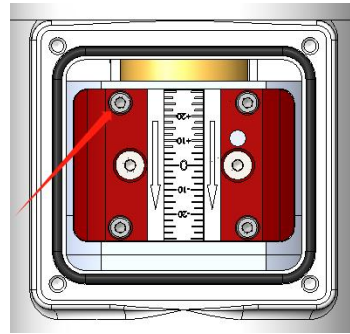

图3.9
- 2、拆除4-M2.5X8圆柱头螺钉，如图3.9所示，拔出准直镜抽屉进行保养与维护，安装时需要注意准直镜抽屉的方向，不能装反。